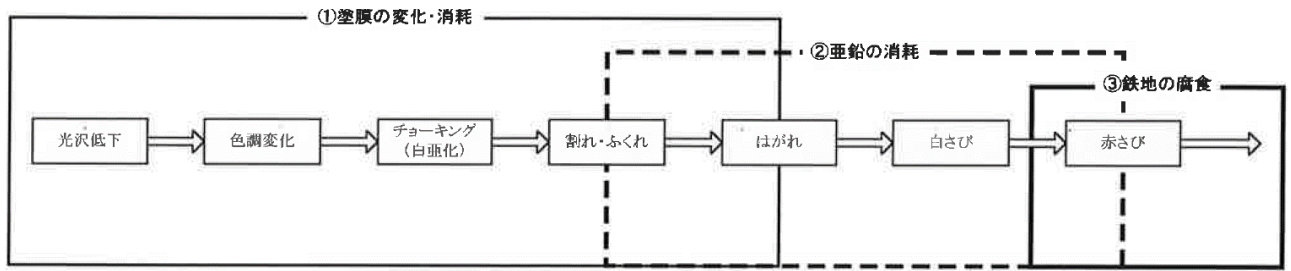

図 4.1.2 塗装亜鉛系めっき鋼板の劣化の進行
一般社団法人 日本金属屋根協会および日本鋼構造協会の「鋼板製屋根の設計・施工・保全の手引き、MSRW2014」によると、塗装鋼板の劣化は、①塗膜に変化・消耗、②亜鉛の消耗、③鉄地の腐食の順に進行し、各々の段階で特徴的な外観の変化が見られるので、定期点検時には、図4.1.2のような変化の有無に留意する必要があります。
図 4.1.2 では、塗装亜鉛系めっき鋼板を例にして、定期点検での項目と判定基準の考え方を紹介します。外観から確認できる汚れや劣化に係る変化に注目し、表 4.1.1 に示す点検項目と判定基準が提供されています。同表の点検項目のほか、必要に応じて局所的な変形や凹み、浮き上がりの有無についても確認しなければなりません。屋根葺き材が局所的に凹んでいると、雨水が常時滞留することによって劣化が早まる可能性があるため、特に注意する必要があります。また、建築物の小屋裏内部からも、明かり漏れや漏水、異音の発生の有無について確認することが必要です。